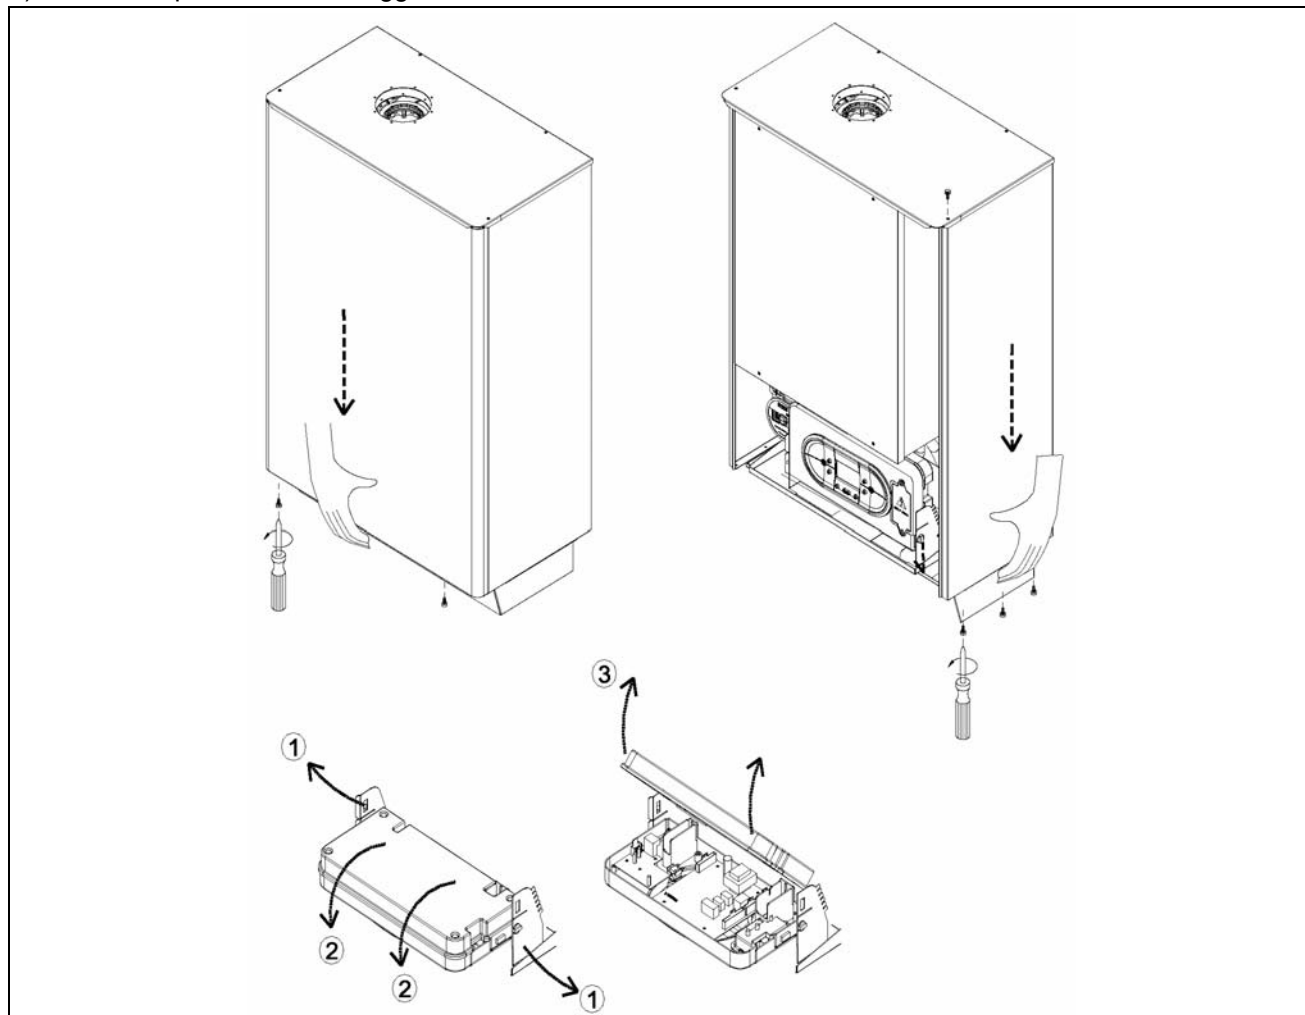

Figura 19 – ACCESSO ALLA CALDAIA E AL PANNELLO COMANDI
Per rimuovere il pannello frontale della caldaia, procedere come segue (Figura 19):
- 1) Svitare le viti di fissaggio come mostrato in Figura 19.
- 3) Svitare le viti di fissaggio del carter inferiore come mostrato in Figura 19.